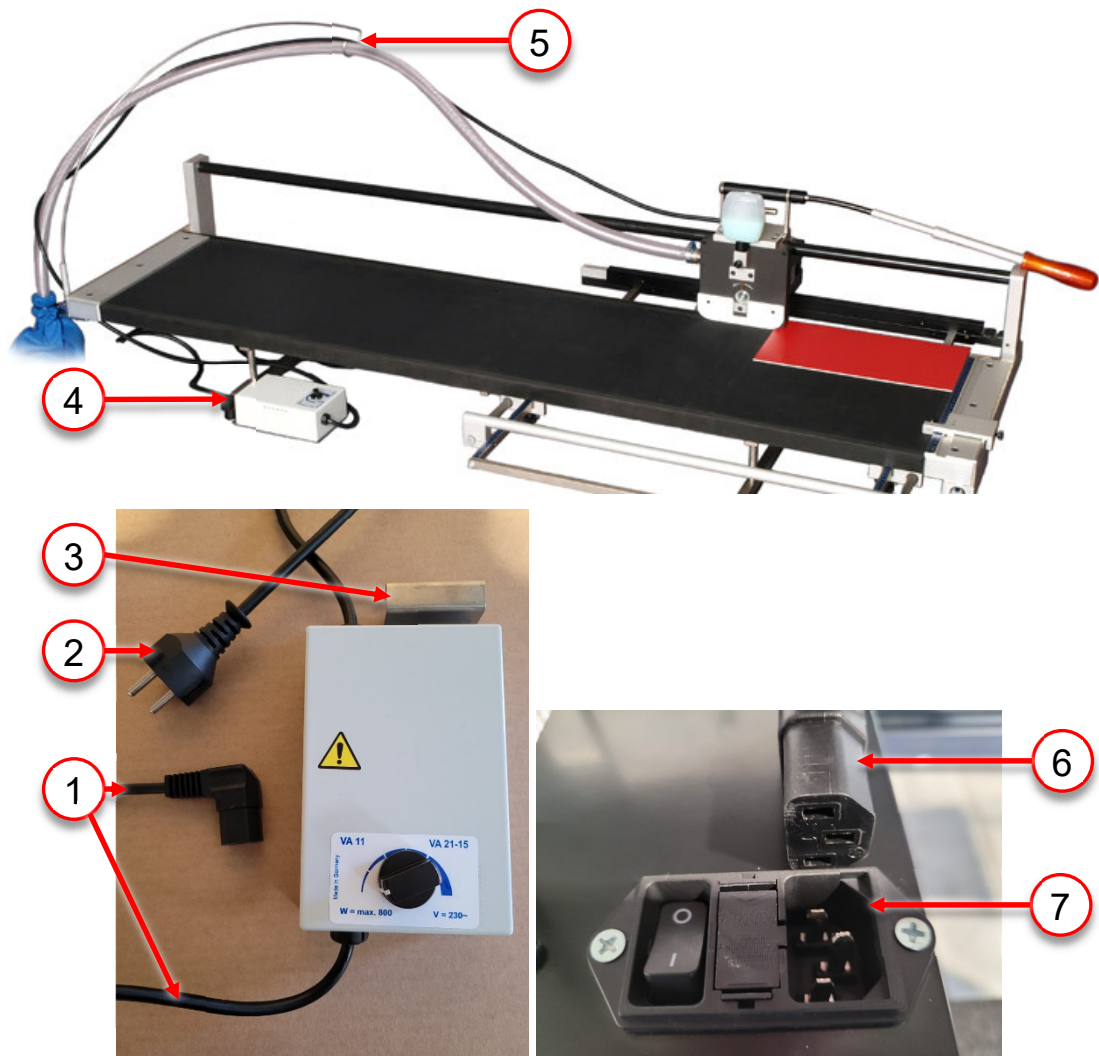

Abbildung 4 Installation
2. Drehzahlregler mit der Halterung (Pos. 3, Abbildung 4) am Fuß der Präzisions-Tischkreissäge (Pos. 4, Abbildung 4) einhängen.
3. Anschlusskabel des Drehzahlreglers (Pos. 1, Abbildung 4) um die Präzisions-Tischkreissäge herum legen und in die Kabelhaltefeder (Pos. 5, Abbildung 4) einhängen.
4. Anschlussstecker des Drehzahlreglers (Pos. 6, Abbildung 4) in die Anschlussbuchse (Pos. 7, Abbildung 4) am Motorgehäuse der Präzisions-Tischkreissäge einstecken.
5. Netzstecker des Drehzahlreglers (Pos. 2, Abbildung 4) in eine Steckdose einstecken.